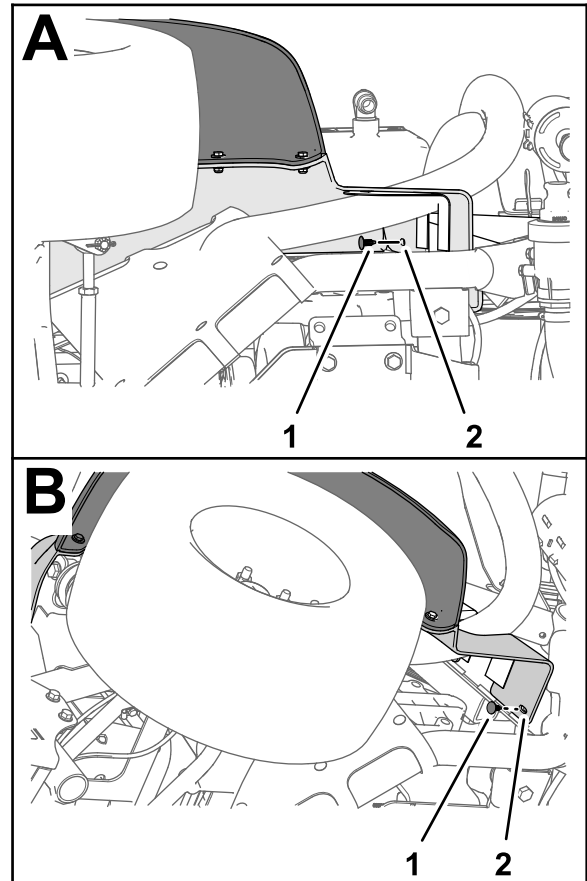

Bild 8
- Entfernen Sie die zwei Eindrückbefestigungen, mit denen der linke, vordere Kotflügel am unteren Überrollschutz-Kanal befestigt ist (Bild 8).